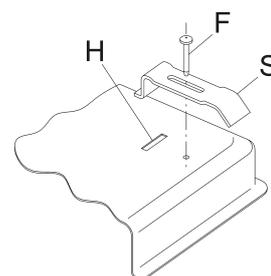

FIG. 6
- Bloccarlo con le apposite staffette "S", avendo cura di infilare la parte sporgente nella feritoia "H" ricavata sul fondo e avvitando la vite "F" fino a che la staffetta "S" non blocchi sul top (vedi fig. 6).